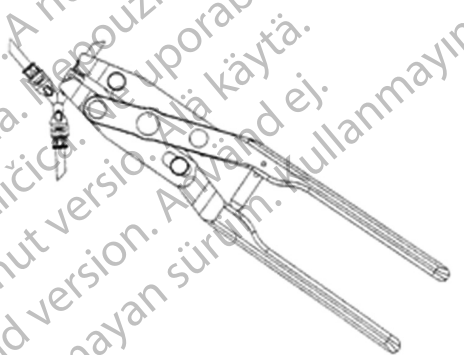

Figura 4-36. Instrumentul de asamblare Quick Connect (abordare de pe latura conectorului cu 3 căi)
9. În cazul utilizării unui conector cu 3 căi, instrumentul de asamblare trebuie utilizat de 3 ori, o dată pentru fiecare capăt al conectorului. Instrumentul de asamblare trebuie fixat din partea laterală a capătului fiecărui conector. Împingeți înainte tubul în capătul fiecărui conector până când tubul atinge peretele interior al conectorului, după cum se vede prin fereastra conectorului. (Figura 4-36)